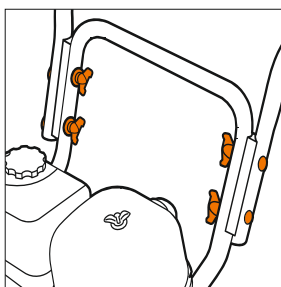

Рис. 2
- Совместите верхнюю часть рукоятки панели оператора с нижней частью и закрепите болтами и гайками с каждой стороны (Рис. 2)